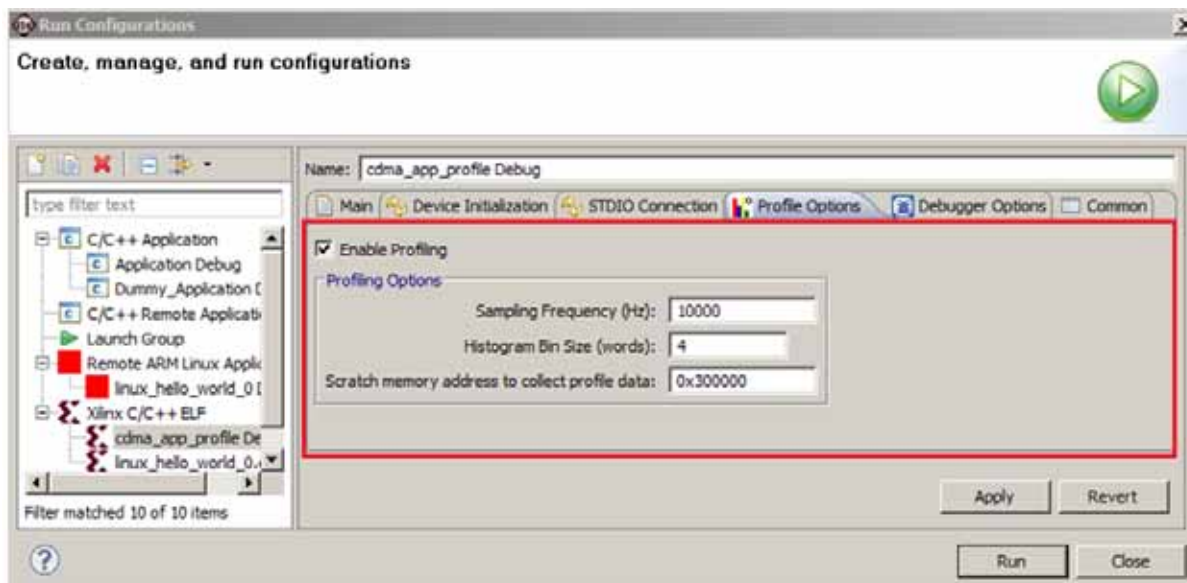

図 7-3: プロファイリングを有効にする
6. [Profile Options] タブをクリックし、69 ページの図 7-3 のようにパラメーターを設定します。